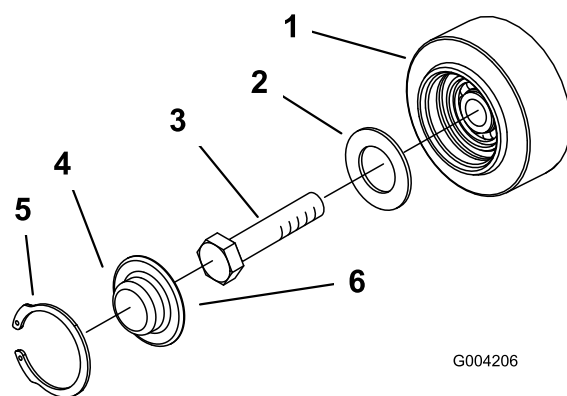

Figura 51
3. Rimuovete l'anello elastico e il tappo da una ruota non motrice (Figura 51).
4. Controllare il grasso sotto il tappo e attorno alla guarnizione (Figura 51). Se risulta sporco, sabbioso o consumato, eliminarlo completamente, sostituire la guarnizione e applicare del grasso nuovo.